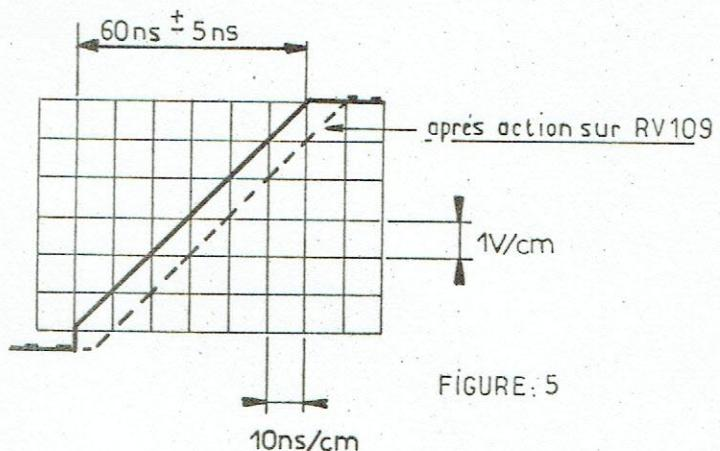

FIGURE 5
Agir sur vernier pour avoir une impulsion de largeur de 60 ns environ (fig. 5) (P.7)
- e) agir sur RV 109 pour avoir une impulsion du genre, fig.5 (courbe en pointillé, on agit sur le bas de l'impulsion)